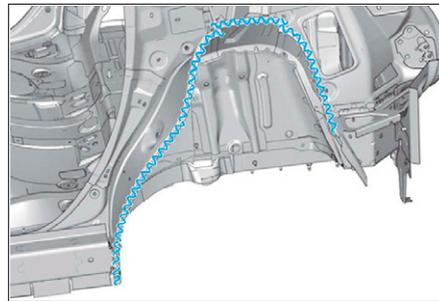

FIG. 169
- Appliquer un produit de calage (Fig.169).